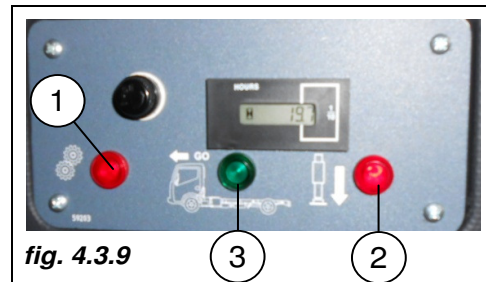

fig. 4.3.9
- Vérifier que le voyant du tableau dans la cabine soit éteint, signifiant ainsi que les stabilisateurs sont rentrés (*pos. 2, fig. 4.3.9*).